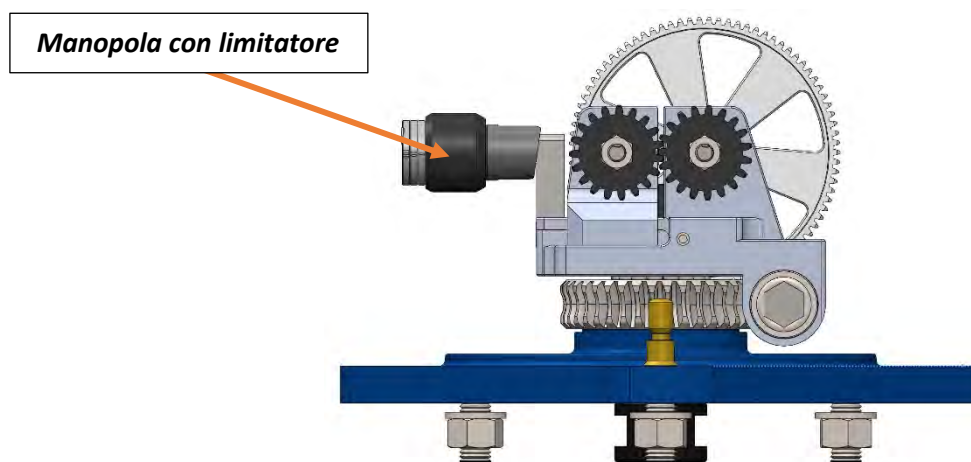

Figura 20
2. Svitare la manopola con limitatore posta sul lato del Twister. Figura 20;